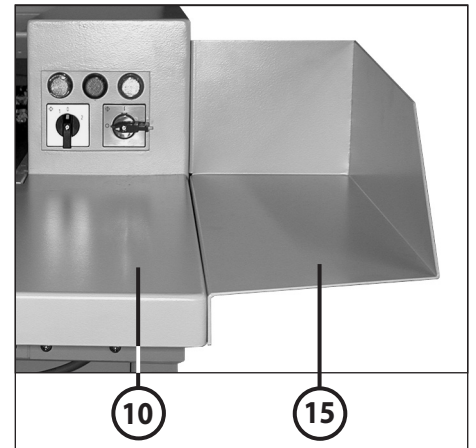
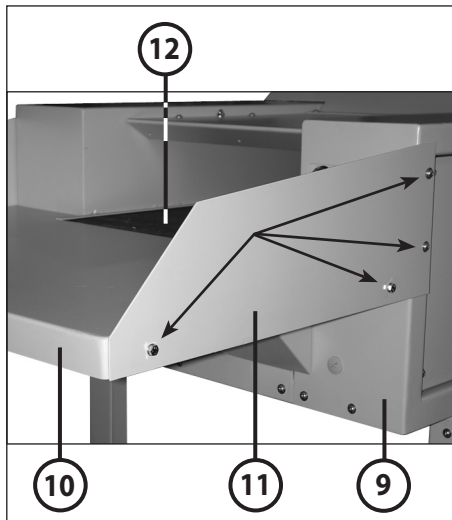
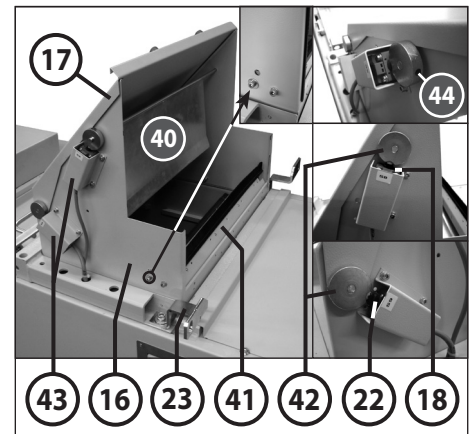

fig. 5
fig. 4
fig. 6
- 11 = Lamiera di protezione (fig. 4)
- 15 = Gomito di protezione (fig. 5) (opzione)
- 18 = Finecorsa S8 (fig. 6 e 7)
- 22 = Finecorsa S9 (fig. 6 e 7)
- 40 = Sportello di commutazione (fig. 6)
41 = Listello portaspazzole (fig. 6)
42 = Camma (fig. 6 e 24)
43 = Copertura interruttore (fig. 6 e 24)
44 = Perno filettato (fig. 6)
MONTAGGIO DELLE PROTEZIONI LATERALI (15) (fig. 4 e 5):
All'occorrenza si può ingrandire la superficie di appoggio del piano montando due protezioni laterali (15) (fig. 5) invece delle due lamiere di protezione (11) (fig. 4) (v. anche il punto "ACCESSORI SPECIALI")
1. Svitare le 4 viti con rondelle dalla parete laterale della cassa (9), a sinistra e destra, nonché dal piano (10) (v. frecce fig. 4).
2. Rimuovere entrambe le lamiere di protezione (11) e avvitare le due protezioni laterali (15) sulla parete laterale della cassa (9), a sinistra e destra, nonché sul piano (10) con l'ausilio delle viti e rondelle precedentemente svitate.
MONTAGGIO DELLA TRAMOGGIA (16) (fig. 6):
1. Allentare la sicurezza di trasporto (legatore) alla porta di rimozione (25) e orientare la porta verso il basso.
2. Togliere la tramoggia (16) dalla zona di compressione, come illustrato, piazzarla sopra l'apertura di riempimento e servendosi delle 7 viti ad esagono cavo M6x12 fissarla dall'interno alla pressa.
3. Ruotare il listello portaspazzole (41) sulla tramoggia (16) in posizione verticale (spazzola rivolta verso l'alto) e fissarlo sulla tramoggia in questa posizione (utilizzare il foro inferiore) con le due viti a esagono cavo M6x16 e le due rondelle in dotazione.